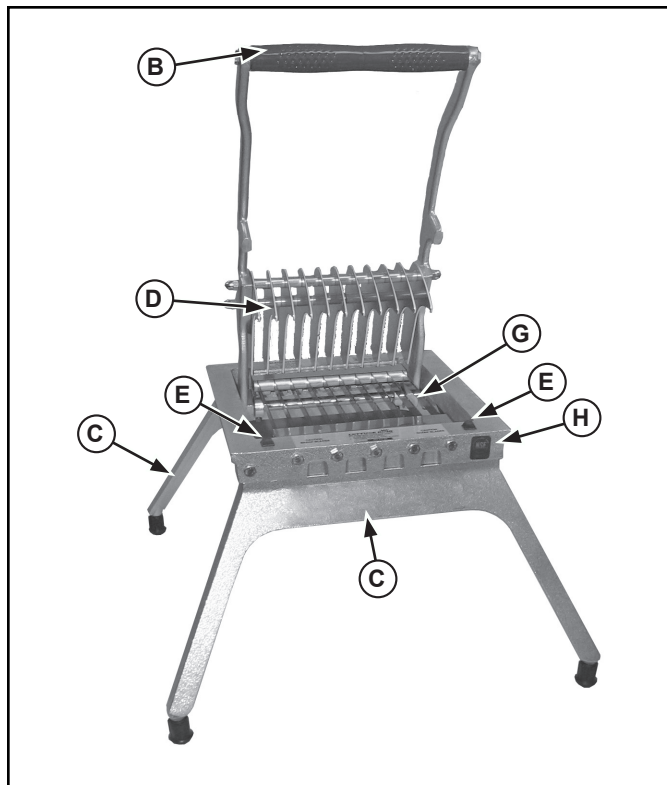

Figure 1. Caractéristiques et commandes du Lettuce King I.
2. Avant chaque utilisation, vérifiez toujours l'alignement correct des lames. Placez lentement la tête de poussée (D) sur le jeu de lames. Voir les figures 1 et 2. Ils doivent glisser l'un sur l'autre sans à-coup. En cas d'obstructions, assurez-vous qu'ils concordent.
5. Soulevez la poignée (B) et placez le produit alimentaire sur le jeu de lames (G) le côté plat en bas. Voir Figures 1 et 2.
6. **Lettuce King I :** Enlevez la main de la zone du jeu de lames (G) et placez cette main sur le pied (C). Voir Figure 1.
1. Relevez la poignée au maximum. Voir Figures 1 et 2.
5. Il est préférable de nettoyer le jeu de lames (G) au jet d'eau sous pression à travers les lames du côté non tranchant. Si nécessaire, utilisez une brosse de nettoyage à soies nylon pour pousser les particules d'aliment par le côté non tranchant du jeu de lames (G).
4. Vérifiez si les caoutchoucs (E) sont installés. S'ils manquent, nettoyez la surface et installez les protections du bloc de lames neuf. Voir la figure 1.
5. Enlevez les vis qui fixent le jeu de lames (T). Enlevez et jetez avec précaution le jeu de lames. Voir « Vue éclatée » et « Liste des pièces ».
6. Examinez les doigts de la tête de poussée (J). S'ils sont ébréchés ou ébavurés, lissez les bords avec une petite lime plate. Les espaces entre les doigts doivent être uniformes. Redressez les doigts courbés.
7. Assurez-vous que les protections de lame (V) sont installées sur le jeu de lames. Voir.
8. Placez le jeu de lames (G) dans le cadre (H) de sorte à le loger correctement, le côté tranchant vers le haut. Voir la figure 1.
9. Installez les vis par l'arrière du jeu de lames (G). Serrez jusqu'à ce qu'elles touchent le socle (H). Tournez la vis jusqu'à ce qu'elle soit serrée, sans dépasser 1/2 tour ou 40 po-lb.
10. Placez la rondelle en caoutchouc entre le socle (H) et la lame (G). Insérez les vis dans le cadre et la rondelle en caoutchouc dans le jeu de lames. Tournez la vis jusqu'à ce qu'elle soit serrée, sans dépasser 1/2 tour ou 40 po-lb.
11. Placez lentement la tête de poussée (D) sur le jeu de lames (G). S'il y a contact, la tête de poussée n'a pas besoin d'être ajustée. Pour ajuster, desserrez les vis de calage du collier de blocage, puis ajustez les doigts de la tête de poussée. Resserrez les vis de calage du collier de blocage.